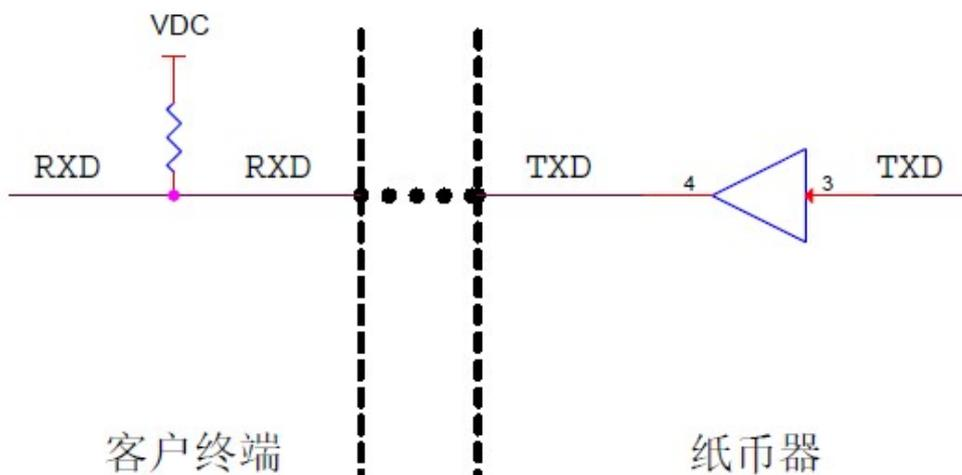
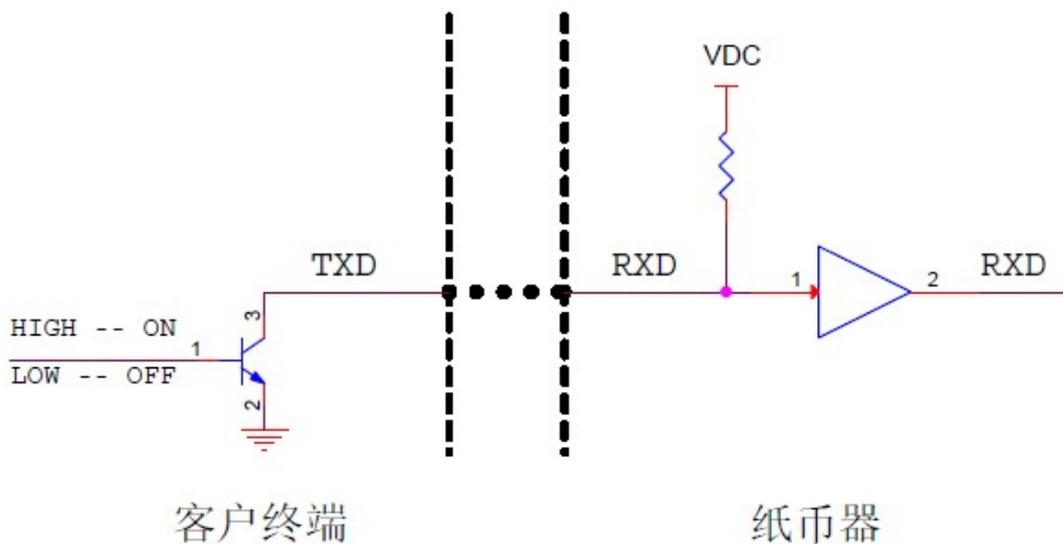

图 3.
图 4.
(2) TTL 串口接口客户端建议电路, 见图 3、图 4.